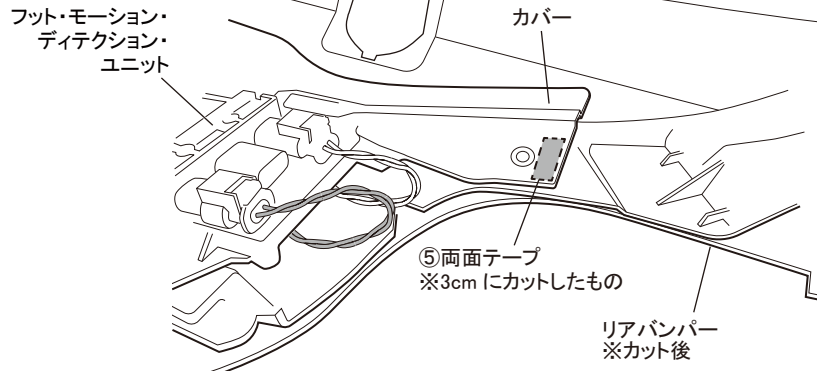

図11 ①マフラーガーニッシュ取付け ※図は右側です。左右同作業
15. 図11を参照し、①マフラーガーニッシュを車両に宛がい、②トラスボルトと③フランジナットで仮止めします。
16. ①マフラーガーニッシュの位置がずれないように十分に注意しながら両面テープの離型紙を図示矢印の方向へ慎重に引き抜きます。